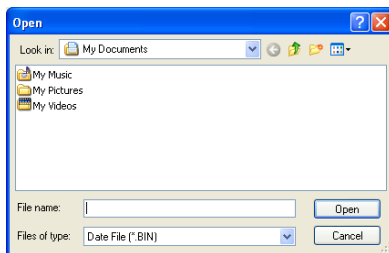
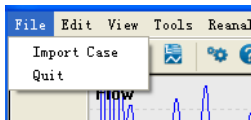

Figura 5.20
Figura 5.39
Importar los datos después de iniciar el software. Haga clic en "Importar datos de casos" en el menú "Archivo", a continuación aparece la interfaz que se muestra en la Figura 5.20.
- 1) Haga clic en "Importar Caso" en el menú "Archivo" para acceder a la interfaz que se muestra en la Figura 5.20, los datos del otro paciente se pueden importar mientras se observa la forma de onda, lo que resulta muy útil para que el médico pueda efectuar una observación exhaustiva, como muestra la Figura 5.39.